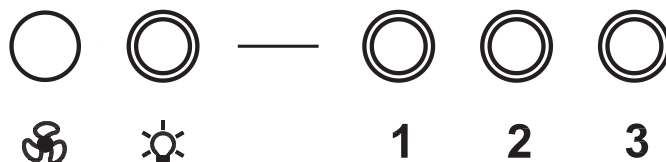

РИС. 12
7.2.1 Кнопочный переключатель (рис.12) с лампой индикации имеет четыре кнопки с фиксацией.